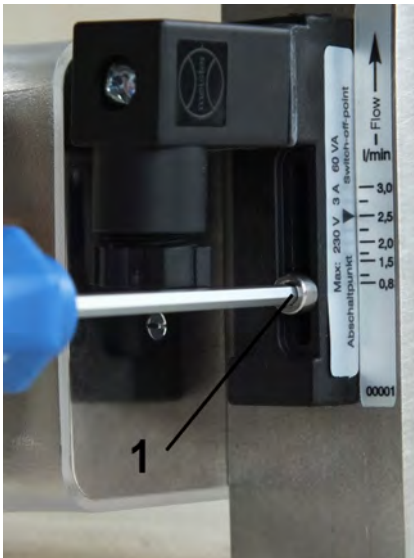

Abb. 34: Feststellschraube lösen
1. ➤ Lösen Sie die Feststellschraube des Schaltkontaktes (Abb. 34/1) mit einem Sechskant-Schraubendreher
3. ➤ Ziehen Sie die Feststellschraube des Schaltkontakts (Abb. 34/1) mit einem Sechskant-Schraubendreher wieder an. Beachten Sie dabei das Schrauben-Anziehdrehmoment.